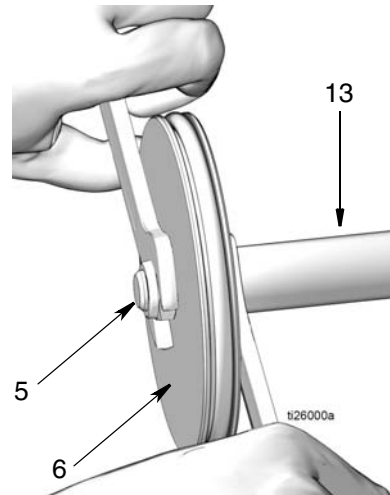

图 19
15. 活塞杆 (13) 和活塞 (6)
- a. 将活塞杆 (13) 和活塞 (6) 拉出气缸 (2) (图 19)。
- b. 使用两个扳手，在相反方向上用力，分开活塞杆 (13) 和活塞 (6)。使用一个开口扳手紧固活塞杆的平端，另一个扳手用于松开螺母 (5)，如图 19 所示。